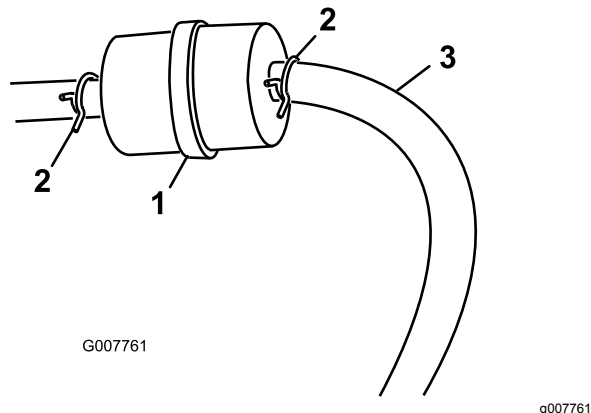

图26
3. 将软管夹的两端挤压到一起将它们滑离滤清器图26。
5. 安装新的滤清器并将软管夹移近滤清器图26。
3. 松开燃油滤芯上的软管夹、沿燃油管向上滑动、使之离开燃油滤芯图26。
4. 从燃油滤芯上断开燃油管图26。
**注意** 让燃油排入燃油容器或放油盘图26。
5. 将燃油管安装到燃油滤清器上。将软管夹滑近燃油滤清器固定燃油管(图26)。